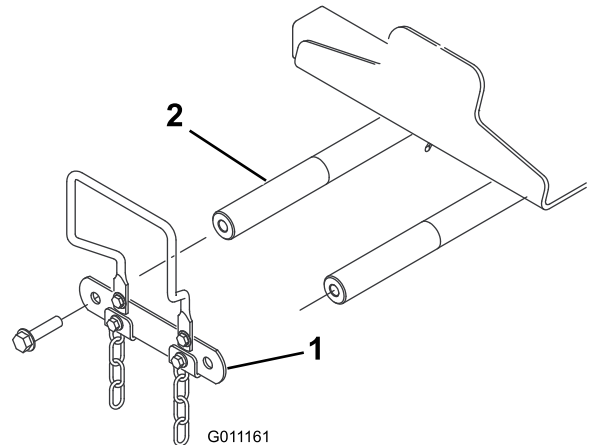

图13
1. 卸下将提升臂枢轴连杆固定至提升臂枢轴的 2 个螺栓，卸下并保留枢轴连杆和螺栓（图13）。